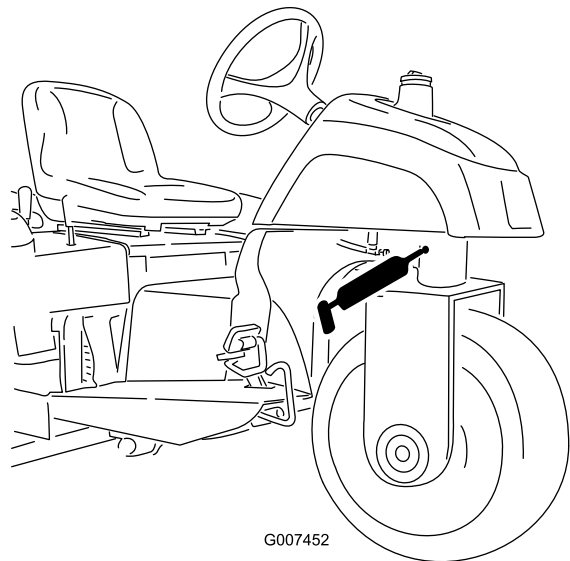

Figura 26
- Pivote de dirección (Figura 26)
**Nota:** El acoplamiento engrasado del pivote de dirección (Figura 26) requiere el uso de un adaptador de boquilla en la pistola de engrasar. Solicite la Pieza N.º 107-1998 a su Distribuidor Autorizado Toro.